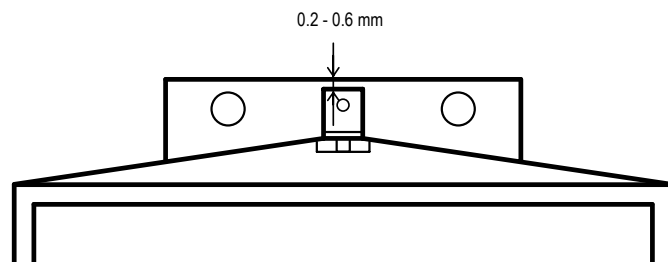

Fig. 1
*La tige hélicoïdale doit se situer 0.2 - 0.6 mm au-dessous de l'arrêt de la plaque de fixation (voir Fig. 1).*